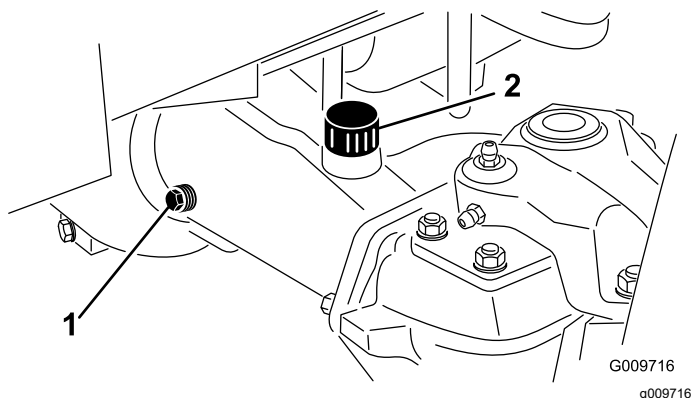

Figura 69
2. Retire o tampão de verificação que se encontra numa das extremidades do eixo (Figura 69) e certifique-se de que existe óleo até ao fundo do orifício. Se o nível estiver baixo, retire o tampão de enchimento (Figura 69) e adicione óleo suficiente para o nível de lubrificante subir até ao fundo dos orifícios do tampão de verificação.